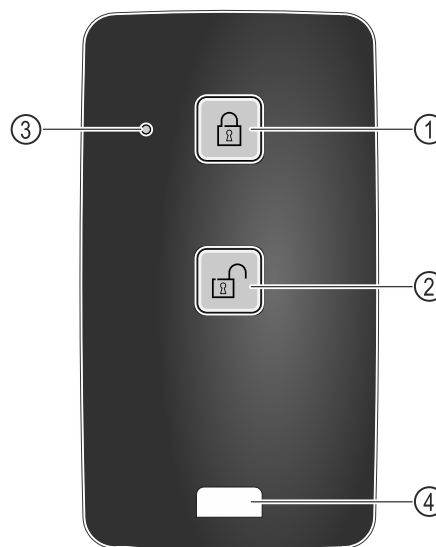

Fig. 210
- (1) Zamknutie zámku
- (2) Odomknutie zámku
- (3) LED stavu
- (4) Upevňovacie oko
- ▶ Stlačte tlačidlo Fig. 210 (1) na diaľkovom ovládaní.
- ▶ Stlačte tlačidlo Fig. 210 (2) na diaľkovom ovládaní.
- ▶ LED stavu Fig. 210 (3) vydá po stlačení tlačidla optickú odozvu.
- ▶ Oko Fig. 210 (4) na upevnenie diaľkového ovládania, napríklad na zväzku kľúčov.